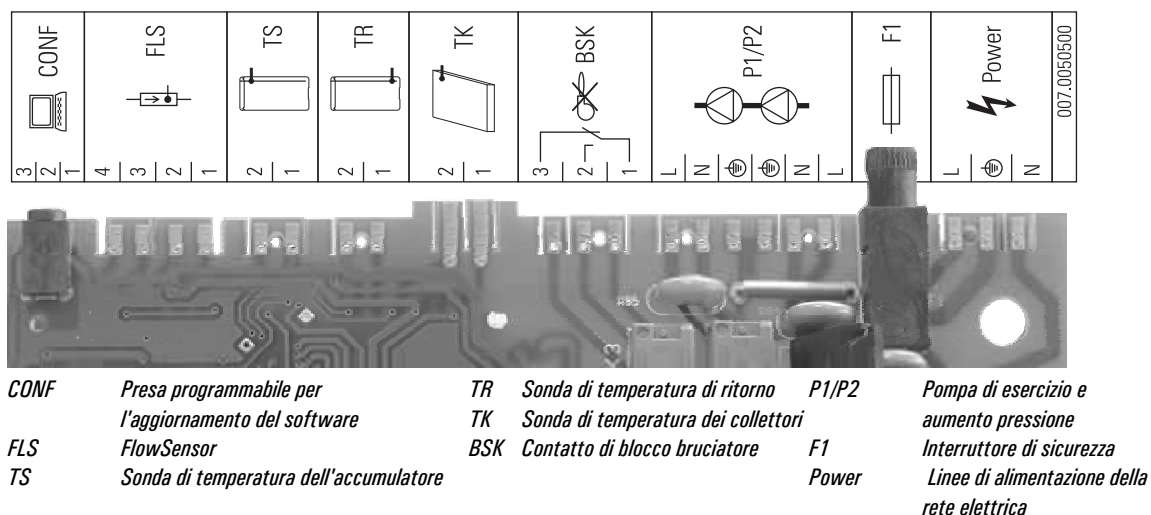

Figura 3-25 Schema di collegamento
6. Collegare il cavo del FlowSensor al FlowSensor (c) e al bordo scheda della centralina Solaris R3, nella posizione FLS (quadripolare, vedere Figura 3-25).
4. Collegare il connettore al bordo scheda della centralina, nella posizione TK (bipolare, vedere Figura 3-25).